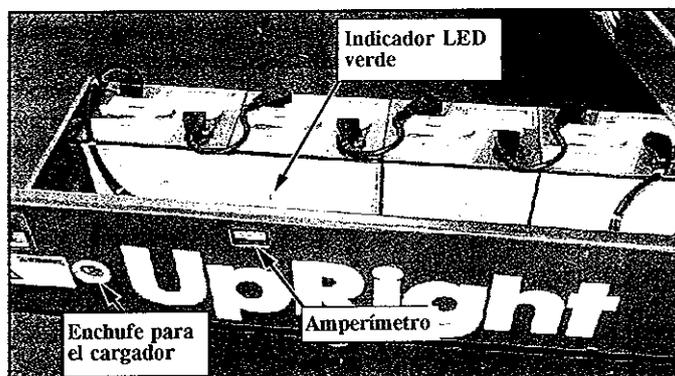

Figura 7: Módulo del Chasis, Lado Derecho
Compruebe todos los días el nivel del electrolito de las baterías (Figura 7), especialmente si va a utilizar la plataforma de trabajo en un clima cálido y seco.
1. Compruebe el nivel del electrolito de las baterías (Figura 7). Si es inferior a 10 mm por encima de las placas, repóngalo añadiendo exclusivamente agua destilada.